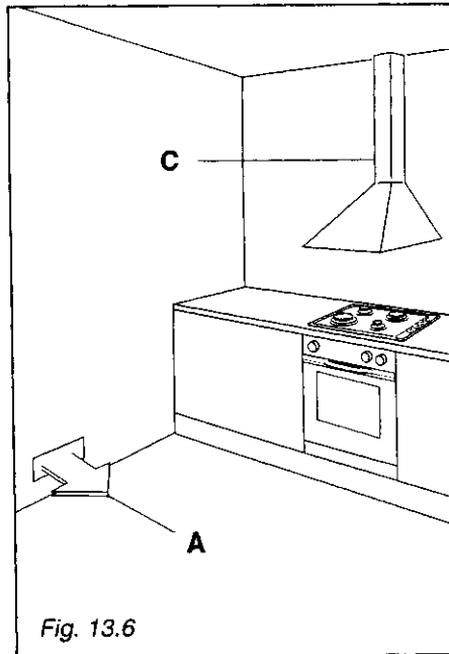

Fig. 13.6
Extractor hoods connected directly to the outside must be provided, to allow the products of combustion of the gas appliance to be discharged (fig. 13.6).
Elements illustrated in fig. 13.6 - 13.7:
*Les produits de la combustion de l'appareil à gaz doivent être évacués au moyen d'une hotte reliée directement à l'extérieur (fig. 13.6).*
*Éléments illustrés sur la fig. 13.6 - 13.7:*